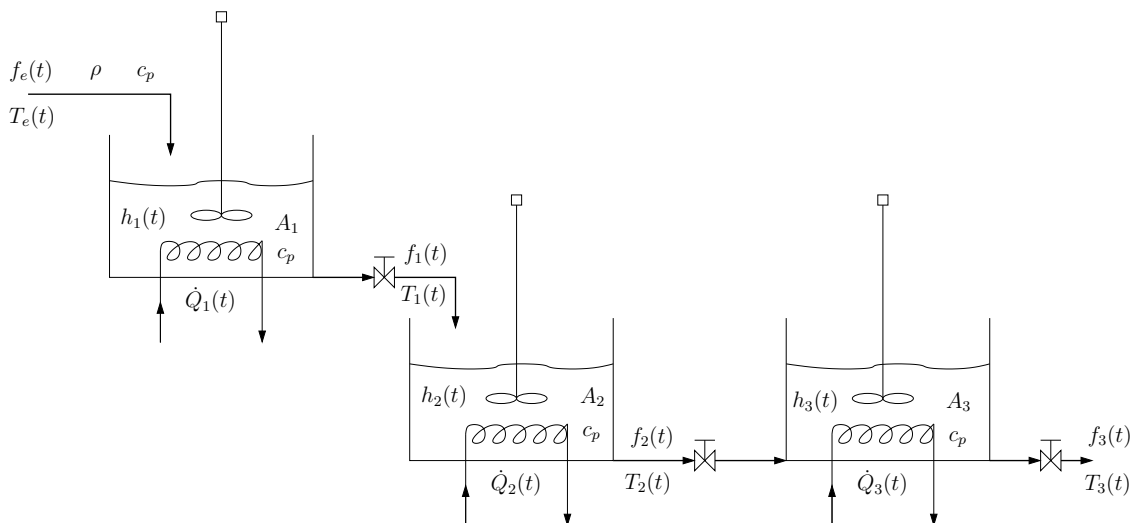

Figura 10: Tanques com aquecimento em série.
10. Desenvolva o modelo matemático (equações diferenciais) para o sistema de tanques com aquecimento mostrados na Figura 10. As densidade do fluido ρ , as capacidades caloríficas à pressão constante c_p , as áreas dos tanques A_1 , A_2 e A_3 , são constantes e conhecidas. O fluxo $f_e(t)$ e a temperatura $T_e(t)$ são determinados pelo ambiente externo. Os demais fluxos, $f_1(t)$, $f_2(t)$ e $f_3(t)$, são proporcionais às correspondentes pressões hidrostáticas da coluna de líquido (considere os coeficientes de vazão C_{v_1} , C_{v_2} e C_{v_3} para as válvulas respectivas aos fluxos $f_1(t)$, $f_2(t)$ e $f_3(t)$). (Obs.: para este exemplo não é necessário encontrar as funções de transferência).